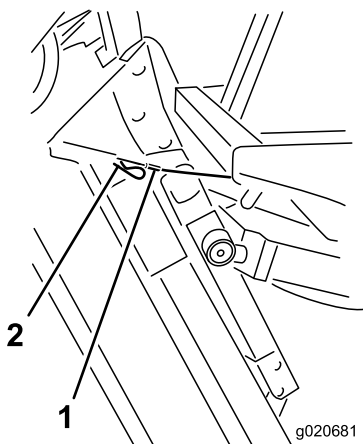

Figura 71
9. Mantenha a unidade na vertical, coloque a extremidade do cabo sobre o pino no braço de elevação da unidade de corte e fixe com o pino de segurança (Figura 71).